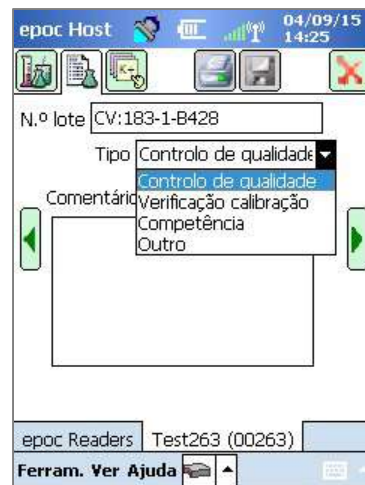

Fig. 17.
3. Selecciona um tipo de teste a partir do menu pendente (Fig. 17).